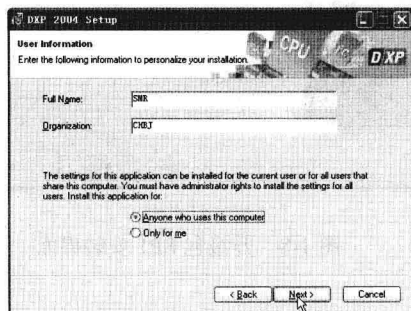

图 1-3 用户信息界面
**步骤 3▶** 单击 **Next >** 按钮，系统弹出用户信息输入界面，如图 1-3 所示。在“Full Name”编辑框中输入用户名，在“Organization”编辑框中输入公司或单位名称。如果需要的话，还可指定软件的使用权限（Anyone who uses this computer（使用本电脑的任何用户）或 Only for me（只是用户自己））。